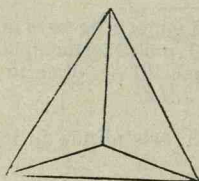

Fig. 67. Tetraedrul.
*Tetraedrul* are 4 fețe triunghiuri echilaterale, 4 unghiuri solide și 6 muchi. Tetraedrul nu are fețe paralele, fig. 67.